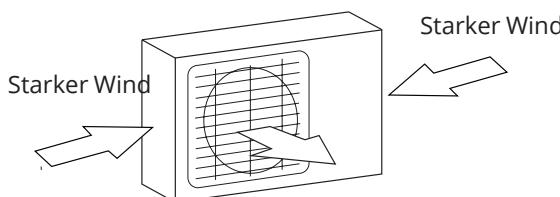

Abb. 5.1
- ✓ Wenn der Aufstellort starkem Wind ausgesetzt ist, z.B. in Küstennähe, muss das Gerät sehr nah an der Wandfläche installiert werden, um es vor dem Wind zu schützen. Wenn erforderlich, benutzen Sie eine Markise. (Siehe Abb. 5.1 und 5.2)